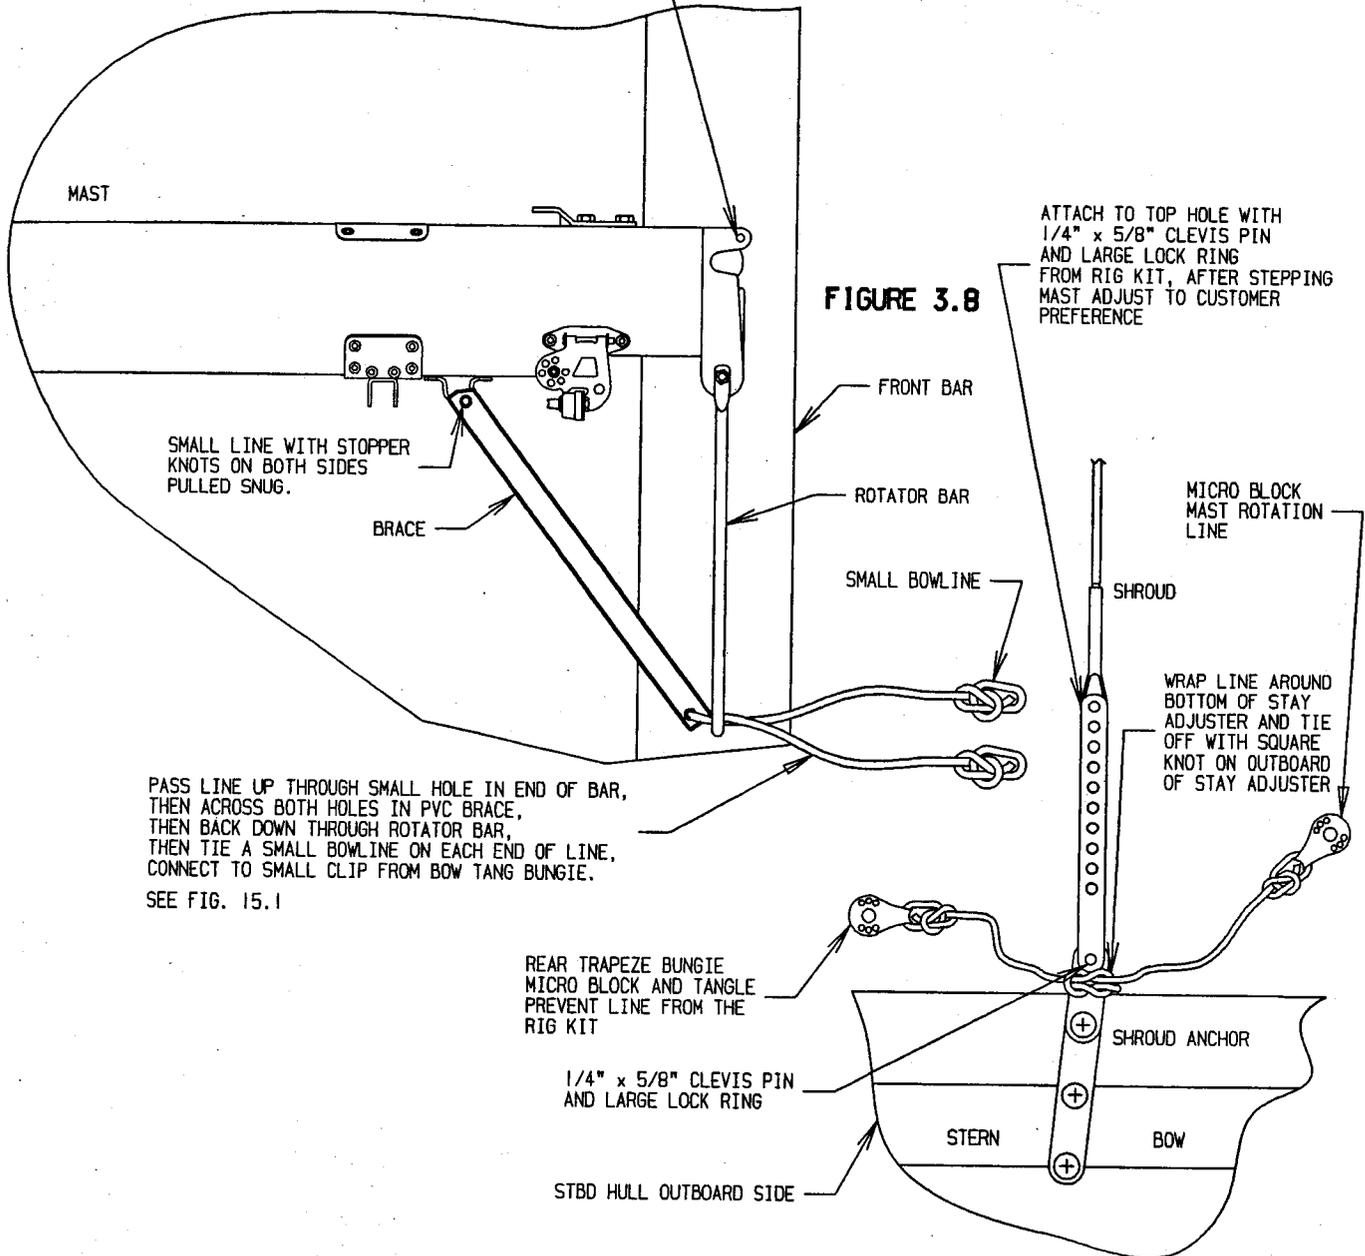

FIGURE 3.8
- 3.8 CONNECT THE MAST TO THE FRONT CROSSBAR AS SHOWN. (FIGURE 3.8)